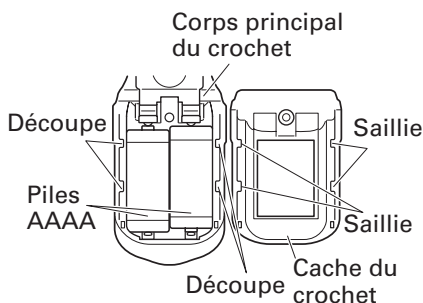

Fig. 12
- Retirer les piles usées et insérer des piles neuves. Les aligner sur le crochet et disposer les bornes positive (+) et négative (-) correctement. (Fig. 12)